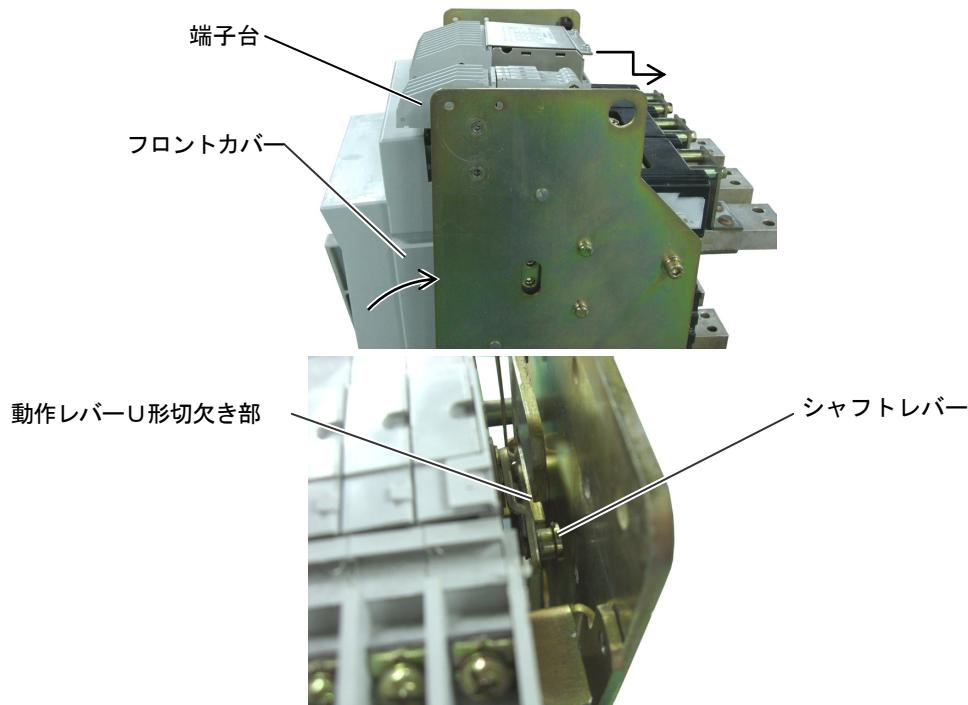

図4-6 端子台差込み・フロントカバー押込み
(5) 図4-6に示す様に、端子台を元の位置に差込み、フロントカバーを元の位置に押込みます。端子台差込みの際、シャフトレバーと動作レバーのU形切欠き部の掛かりを合わせて差込んで下さい。また、シャフトレバーとU形切欠き部の掛け部には、モリブデングリスを塗布して下さい。